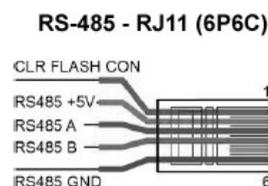

Fig. 4. Asignación de pines del conector RJ11 - RS-485 Modbus.
3. Conecte las líneas de la interfaz RS-485 al conector RJ11 según la Fig. 4.